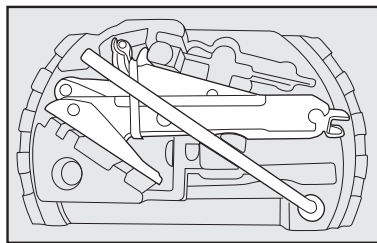

fig. 3
- Soltar as ferramentas e remover o macaco **fig. 3** puxando-o de sua sede.